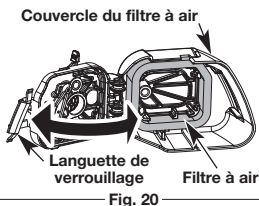

Fig. 20
- Pour ouvrir le filtre à air, appuyez sur la languette de verrouillage et tirez ensuite sur le couvercle du filtre à air (Fig. 20).
- Retirez le filtre à air (Fig. 20).
- Remettez le filtre à air dans le couvercle du filtre à air (Fig. 20).
7. Pour refermer le couvercle du filtre à air, pivotez-le vers la gauche, puis appuyez dessus jusqu'à ce que la languette de verrouillage s'enclenche (Fig. 20).